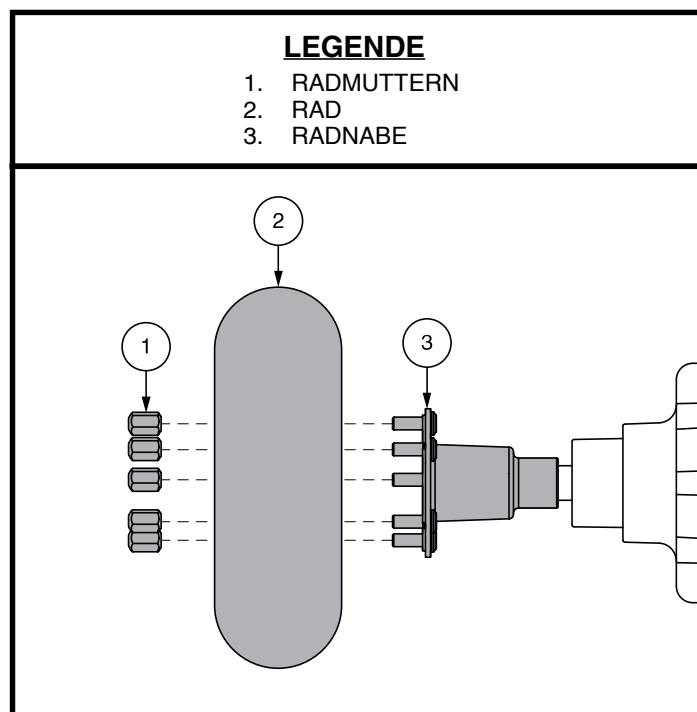

Abb. 19. Reifenradenthebung
4. Entfernen Sie die Radmuttern Antriebsrades von der Radnabe. Siehe Abb. 19.